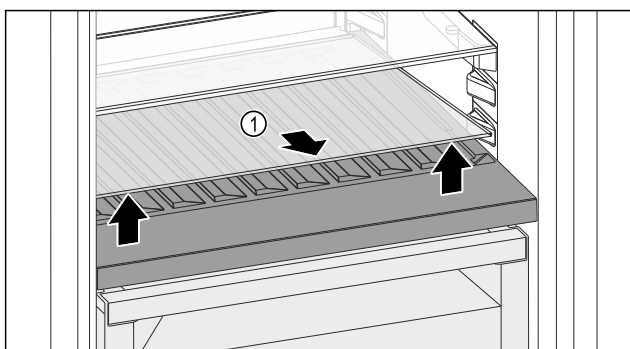

Fig. 120
- Скористайтесь пазом спереду, щоб підняти скляну полицю Fig. 120 (1) і вийняти її.
- Безпечно зберігайте скляну полицю Fig. 120 (1) за межами пристрою.